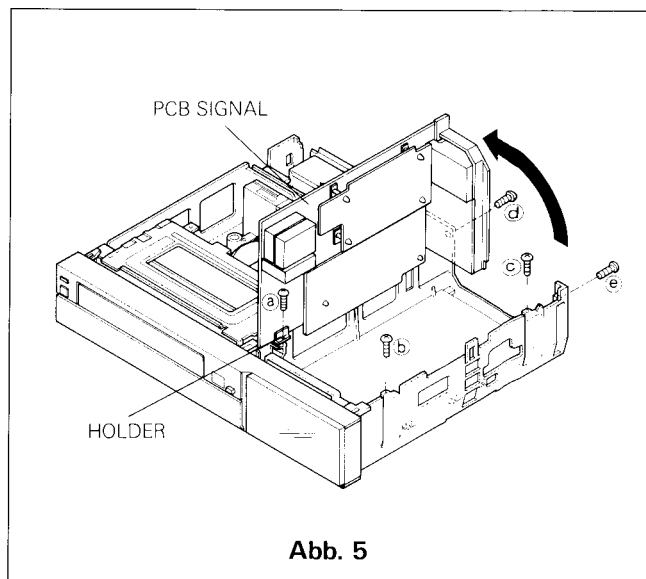

Abb. 5
- Entfernen Sie die 5 Schrauben (a), (b), (c), (d) und (e) die die Signalplatine befestigen wie in Abb. 5.
- Die Platine PCB SIGNAL in die dafür vorgesehene Halter einhängen. Siehe Abb. 5. Die PCB SIGNAL und die PCB CONTROL sind jetzt für den Service zugänglich.